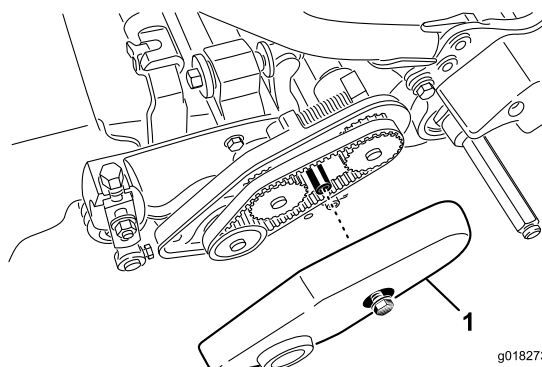

Figure 47
2. Desserrez le boulon à embase qui fixe le couvercle de la courroie et déposez le couvercle pour exposer la courroie (Figure 47).